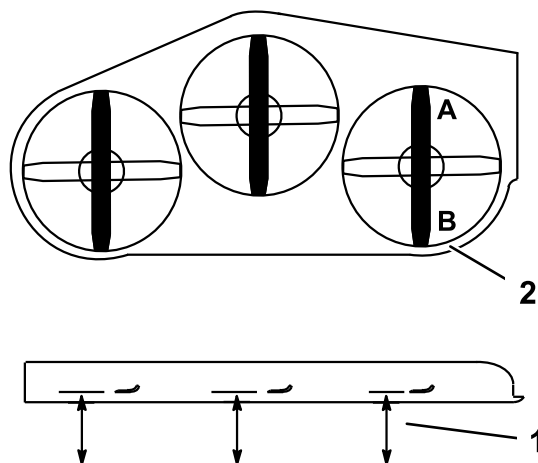

Figura 106
1. Posicione a lâmina **direita** da parte dianteira para a traseira (Figura 106).
2. Meça a lâmina direita no local **A**, de uma superfície nivelada à extremidade de corte da ponta da lâmina (Figura 106).
4. Meça a lâmina direita no local **B**, de uma superfície plana à extremidade de corte da ponta da lâmina (Figura 106).
6. A lâmina do cortador deve estar 6 a 10 mm mais baixa na posição **A** do que na posição **B** (Figura 106). Caso isto não esteja correto, avance para os passos abaixo.